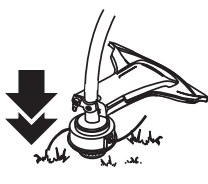

Fig. 10
L'accessoire de coupe Bump Head™ vous permet de donner du fil sans arrêter le moteur. Pour avoir plus de fil, tapez doucement l'accessoire de coupe sur le sol (Fig. 10) tout en faisant marcher la désherbeuse à haut régime.
1. Ouvrez le couvercle du filtre à air en desserrant la vis du couvercle (Fig. 10).
2. Retirez le filtre à air et l'écran derrière lui (Fig. 10).
6. Remettez le filtre à air et l'écran derrière lui (Fig. 10).